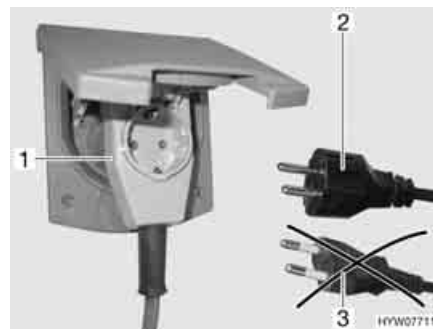

Fig. 147 Collegamento ad un connettore ad angolo provvisto di presa
- Se si impiega un connettore ad angolo CEE 17 provvisto di una presa integrata sulla parte posteriore (Fig. 147,1), utilizzare esclusivamente una spina IP 44 gommata e sigillata con contatto di terra (Fig. 147,2). Non utilizzare spine senza contatto di terra (Fig. 147,3). Pericolo di scarica elettrica!